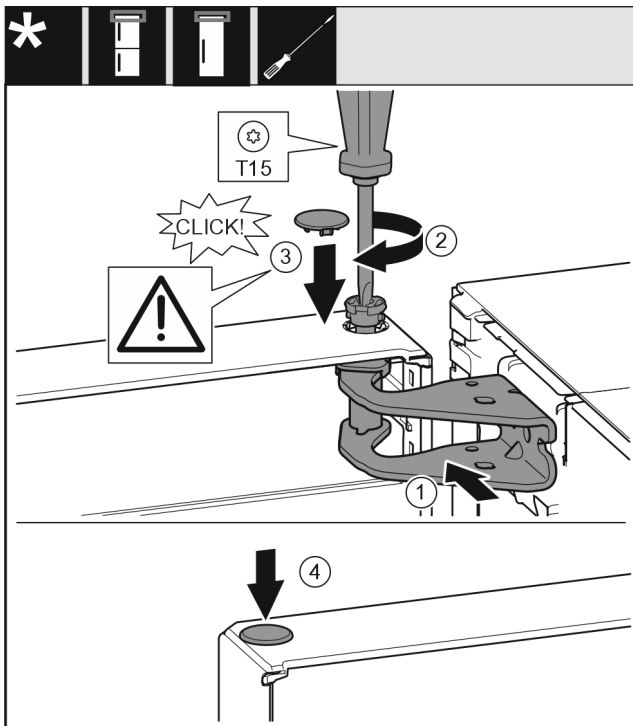

Fig. 32
- ▶ Aliniați ușa sus spre deschizătură în suportul de lagăr. Fig. 32 (1)
- ▶ Introduceți bolțul și înșurubați-l ferm cu șurubelnița T15. Fig. 32 (2)
- ▶ Montarea capacului de siguranță pentru siguranța ușii: Introduceți capacul de siguranță și controlați dacă este așezat pe ușă. În caz contrar, introduceți complet bolțul. Fig. 32 (3)
- ▶ Introduceți dopul. Fig. 32 (4)